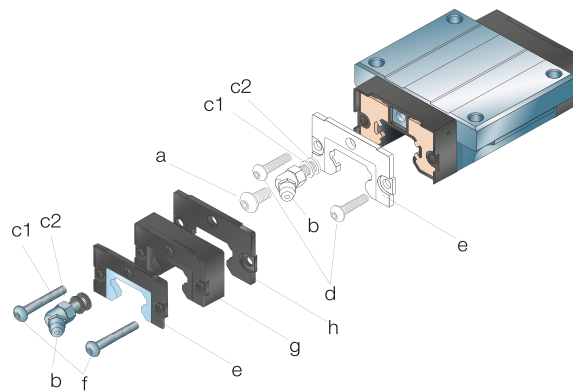

图30
1. 拆下注油嘴 (b) 和垫圈 (c1、c2) 或堵头螺钉 (a) (见图30)